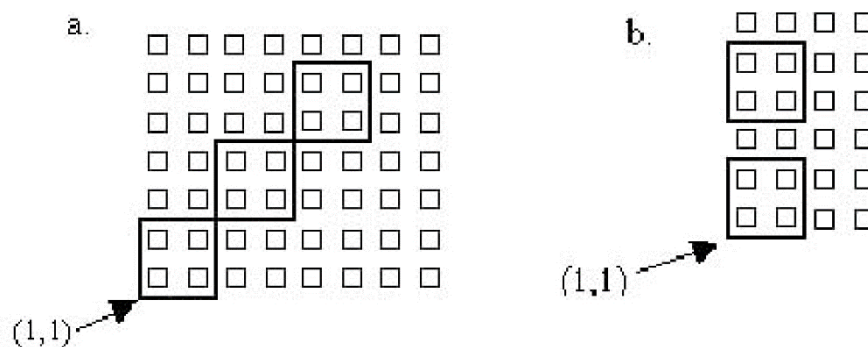

Figura 6.9: Recorridos usando cuadrados de lado 2
2. Utilice el proceso desarrollado en 1. para realizar un programa para cada uno de los recorridos de la figura 6.9.